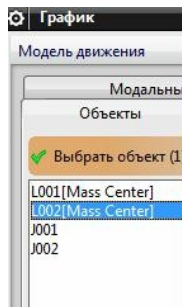

рис.5
версиях NX возможности расширены. В частности, в версии NX 8.5 система предлагает построить графики перемещения, скорости, и ускорения **центров масс** всех деталей механизма (рис.5).
- Подсветим строку центра тяжести L002 как на рис.5.